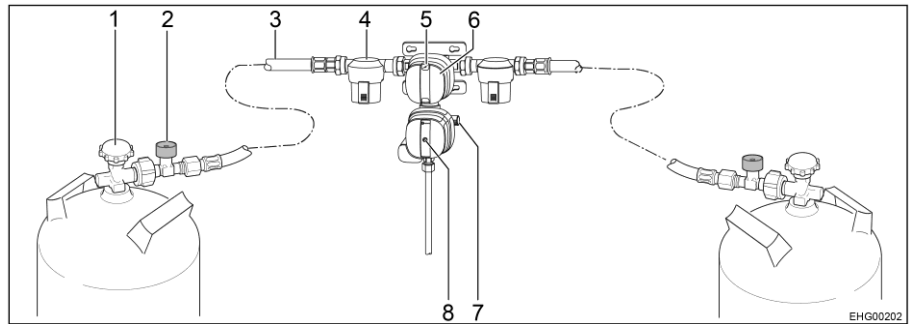

Bild 92 Sicherheitsgasdruck-Regelanlage DuoControl CS
Die DuoControl-Regelanlage besteht aus einem Umschaltventil und dem Crashsensor. Die DuoControl-Regelanlage ist zwischen den Hochdruckschläuchen (Bild 92,3) mit Schlauchbruchsicherung (Bild 92,2) montiert. Mit dem Drehknopf (Bild 92,6) am Umschaltventil kann bestimmt werden, welche der Gasflaschen als Betriebsflasche und welche als Reserveflasche verwendet wird.
Am Sichtfenster (Bild 92,5) wird der Status der Gasversorgung angezeigt:
Der Crashsensor sperrt die Gaszufuhr bei erheblicher Erschütterung (z. B. Unfall) ab. An der Stellung des gelben Resetknopfs (Bild 92,8) lässt sich der Betriebszustand des Crashsensors erkennen:
- Wenn der gelbe Resetknopf (Bild 92,8) hineingedrückt ist, ist der Crashsensor betriebsbereit.
- Wenn der gelbe Resetknopf (Bild 92,8) hervorsteht, ist der Crashsensor **nicht** betriebsbereit. Inbetriebnahme siehe unten.
Die Schlauchbruchsicherung (Bild 92,2) sperrt den Gasfluss, wenn der angeschlossene Schlauch bricht. Die Schlauchbruchsicherung muss durch Drücken der grünen Taste aktiviert werden.
- Mit dem Drehknopf (Bild 92,6) am Umschaltventil die Gasflaschewählen, der vorrangig das Gas entnommen werden soll (Betriebsflasche). Den Drehknopf immer bis zum Anschlag drehen.
- Haupt-Absperrventile (Bild 92,1) an den Gasflaschen öffnen.
- Grüne Taste der Schlauchbruchsicherung (Bild 92,2) ca. 5 Sekunden lang drücken. Am Sichtfenster (Bild 92,5) wird die grüne Markierung angezeigt.
- Wenn der Crashsensor ausgelöst hat (der gelbe Resetknopf (Bild 92,8) steht hervor):
Gelben Resetknopf (Bild 92,8) kräftig hineindrücken, leicht im Uhrzeigersinn drehen und 5 Sekunden lang gedrückt halten. Sicherstellen, dass der Resetknopf in der gedrückten Stellung ("betriebsbereit") bleibt.
■ Haupt-Absperrventile (Bild 92,1) an den Gasflaschen schließen.
Wenn die grüne Kontroll-Leuchte (Bild 93,6) während des Betriebs erlischt und die rote Kontroll-Leuchte (Bild 93,5) aufleuchtet, ist die Betriebsflasche leer und muss gewechselt werden. Am Sichtfenster (Bild 92,5) der zugehörigen Gasflasche wird die rote Markierung angezeigt. Die Reserveflasche versorgt die Gasverbraucher weiterhin mit Gas.
- Drehknopf (Bild 92,6) bis zum Anschlag in Richtung der aktuell verwendeten Gasflasche drehen. Damit ist diese Gasflasche jetzt die Betriebsflasche, die leere Gasflasche wird zur Reserveflasche. Die Markierung im Sichtfenster (Bild 92,5) wechselt von rot auf grün.
- Haupt-Absperrventil (Bild 92,1) an der leeren Gasflasche schließen. Pfeilrichtung beachten.
- Grüne Taste der Schlauchbruchsicherung (Bild 92,2) drücken.